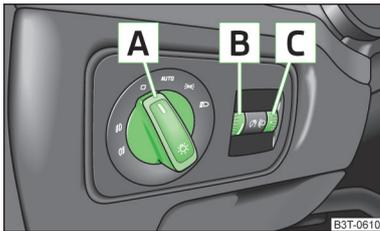

Abb. 48
Bei Fahrzeugen mit Rechtslenkung weicht die Anordnung der Bedienungselemente zum Teil von der in » Abb. 48 auf Seite 69 gezeigten Anordnung ab. Die Symbole, die die Stellungen der Bedienungselemente markieren, sind gleich.
## Lichtschalterstellungen - Drehen des Schalters **A** » Abb. 48
## Drehen des Drehreglers **B** » Abb. 48
Durch Drehen des Drehreglers **C** kann bei eingeschaltetem Licht die Helligkeit der Instrumentenbeleuchtung angepasst werden » Abb. 48.
- ✓ Der Lichtschalter befindet sich in der Stellung **0** oder **AUTO** » *Abb. 48 auf Seite 69.*